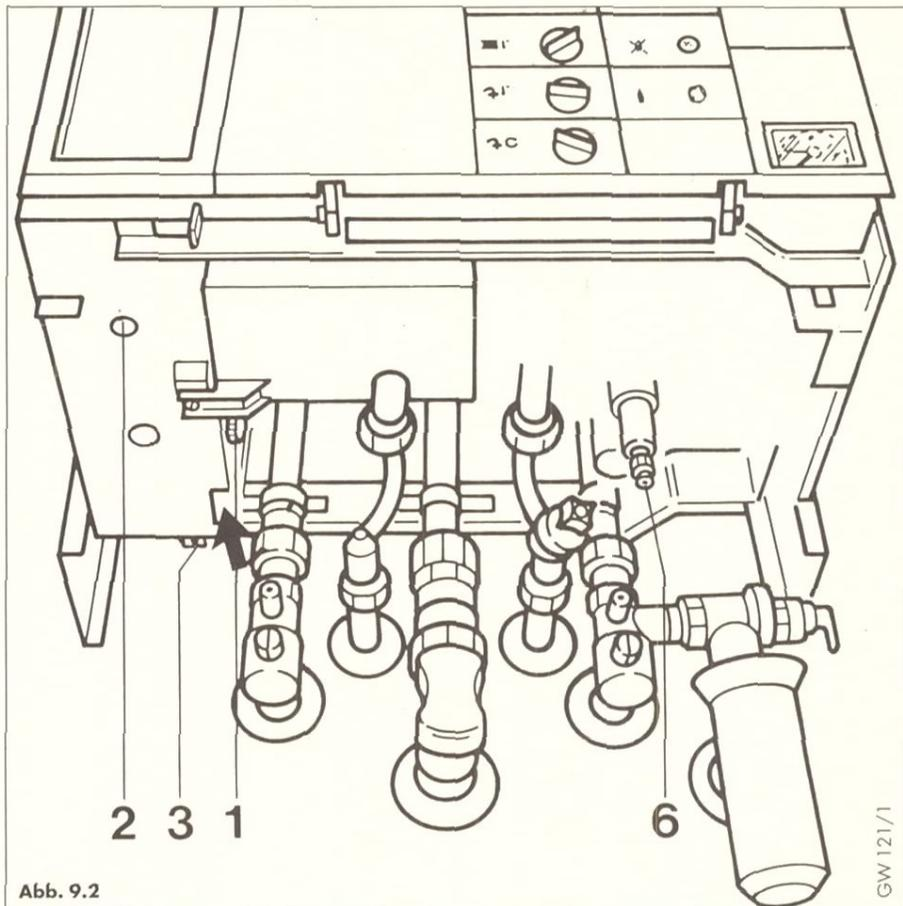
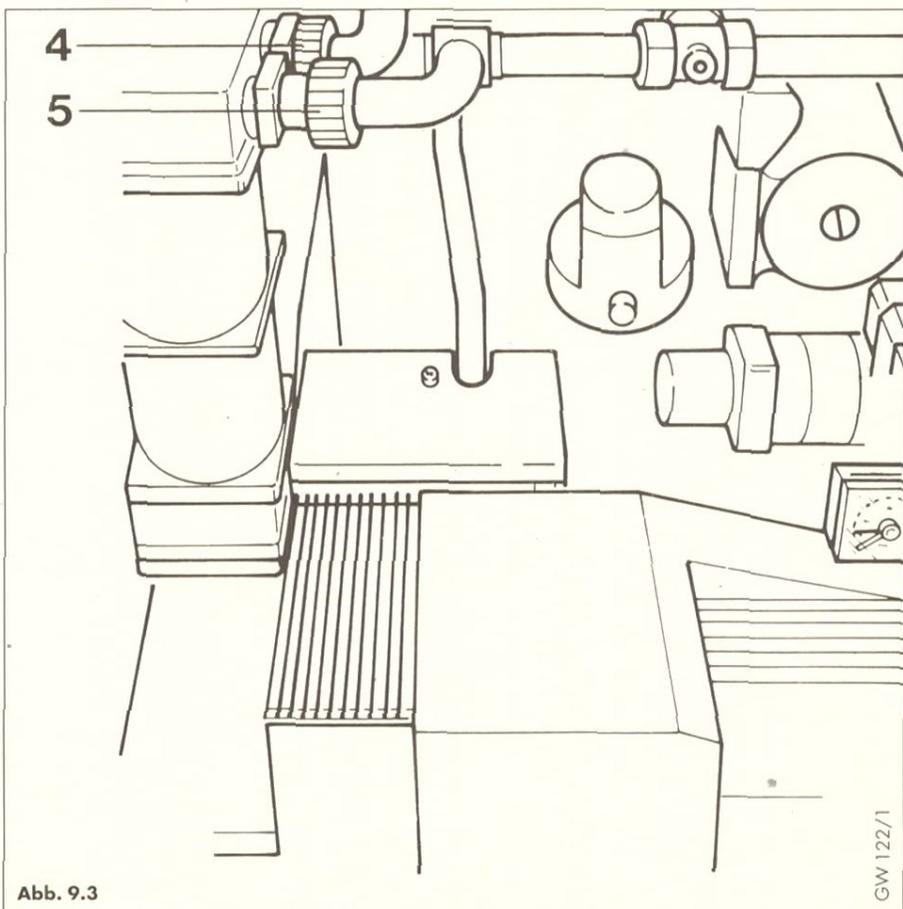

Abb. 9.2
Abb. 9.3
- Entleerungsschraube (3; Abb. 9.2) öffnen.
- Verschraubung (4; Abb. 9.3) öffnen und über den Saughebeeffect, ggf. durch seitliches Klopfen auf den Sekundärwärmetauscher den Wasseraustritt an der Verschraubung auslösen.
- Entleerungsschraube (2; Abb. 9.2) öffnen und Restwassermenge ablassen.
- Entleerungsschraube (6; Abb. 9.2) öffnen.
- Entleerungsschraube (1; Abb. 9.2) öffnen.
Die Entleerungsschrauben sind in Abb. 9.2 ersichtlich.
Für den Ausbau des Wärmetauschers die beiden Verschraubungen (4, 5; Abb. 9.3) lösen sowie die Schraube (1; Abb. 9.2) ganz heraus-schrauben.
Beim Ausbau den Wärmetauscher von hinten aushebeln (Pfeil Abb. 9.2) um die Dichtkraft der rückseitigen Steckanschlüsse von Heizungs- und Warmwasseranschluß zu überwinden.
### Legende zu Abb. 9.2 und 9.3